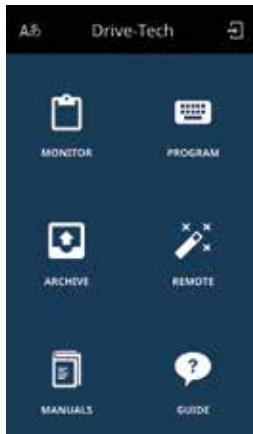

Figura 9 - Menu geral
8. Antes de alterar o *set point* de pressão de trabalho, consulte o item 8 - Guia Completo de Parametrização e confira todos os parâmetros aceitáveis.
9. Após conferência e alteração dos parâmetros necessários, descritos no item 8, acesse o menu geral e selecione a opção *PROGRAM*, conforme Figura 9.
7. Após verificado a frequência de referência, acesse o menu geral e selecione o menu *PROGRAM*, conforme Figura 9.